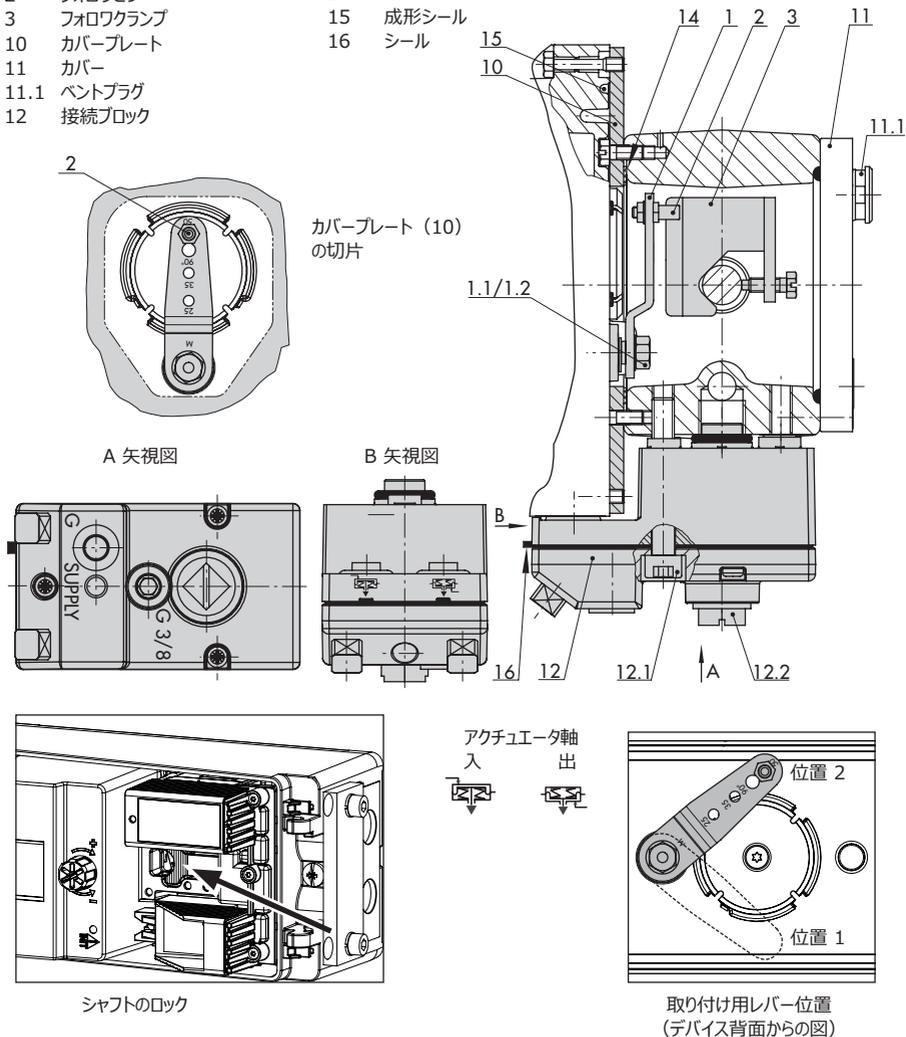

図. 5-15:アクチュエータタイプ 3277 (175 ~ 750 cm²) への直接接続
ポジショナを弁に取り付ける際にポジショナシャフトをロックするには、マイナスドライバーをリミットコンタクトの溝に挿入し、シャフトを位置 2 に保持します (図. 5-15 を参照)。
- 図. 5-15 をご覧ください。
1. フォロワクランプ (3) をアクチュエータ軸に取り付け、取り付けねじがアクチュエータ軸の溝に収まるように位置を調節し、しっかりとねじ込みます。
2. 狭い側の切片が信号空気圧カコネクションの方を向くように、カバープレート (10) を取り付けます。接着されたフラットガスケット (14) がアクチュエータヨークの方を向いていることを確認します。
3. M レバー (1) でフォロワピン (2) の位置を点検します。取り付けの種類については、ストローク表を参照してください。必要に応じてピン位置を変更します (5.2.1 の章を参照)。
4. 成形シール (15) をポジシヨナハウジングの溝に取り付けます。
5. スプリング張力が感じられる (位置 1) まで、レバーを反時計方向に回します。さらにレバーを位置 2 まで回し続けます (右下の図. 5-15 を参照)。
6. シャフトロックを押して (左下の 図. 5-15 を参照)、レバーを位置 2 に保持します。
7. フォロワピン (2) がフォロワクランプ (3) の上に載るようにポジシヨナをカバープレートの上に置きます。レバー (1) は、スプリングの力でフォロワクランプ上に載った状態でなければなりません。